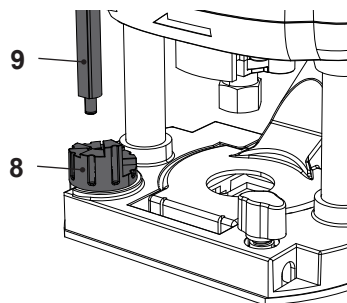

Fig. 18
Utilize o limitador escalonado (8) para realizar cortes mais profundos em várias etapas, cada uma com uma remoção de material menor. Com este é possível dividir a profundidade do corte até um máximo de 8 passos (Fig. 18).